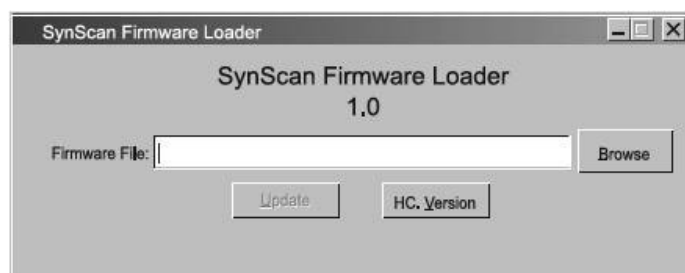

Рис. 50
4. Запустите на вашем компьютере программу **SynScanFirmwareLoader.exe**. После запуска, вы увидите окно программы, показанное на **рис. 50**. Для отображения версии встроенного программного обеспечения и версии базы данных пульта управления, нажмите кнопку «НС.Version». Кнопка не производит обновление, и предназначена только для отображения информации.